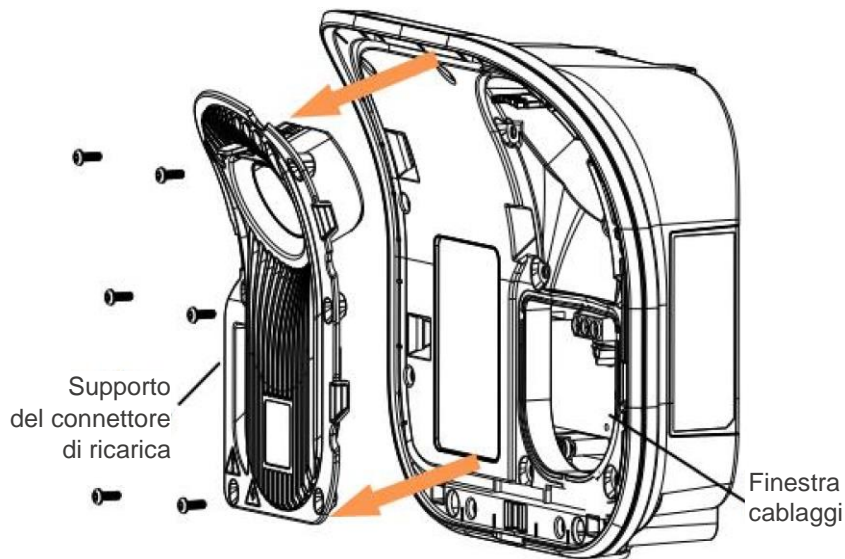

Figura 4-12 Rimuovere il supporto del connettore di ricarica
(4) Rimuovere le 6 viti che collegano il supporto del connettore di ricarica e il coperchio anteriore, quindi rimuovere il supporto del connettore di ricarica e prepararsi a collegare il cavo di alimentazione dalla finestra di cablaggio, come illustrato nella Figura 4-12.